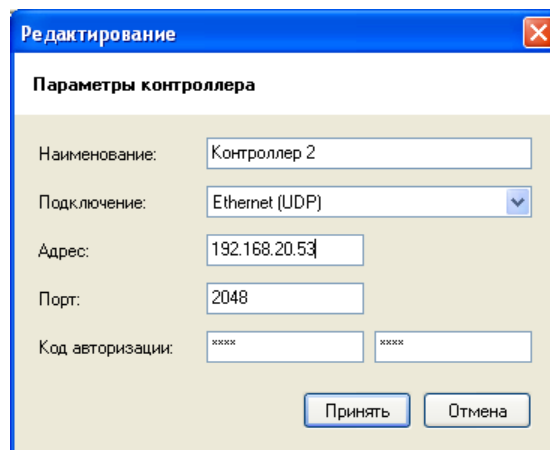

Рисунок 24
- 8) **Внимание!** Если производится настройка контроллера с адресом, отличным от фабричного, то в окне "Выбор контроллера" нажмите кнопку "Добавить", в окне "Редактирование" (см. Рисунок 24) укажите тип подключения "Ethernet (UDP)", адрес контроллера, порт 2048, код авторизации 123456 и нажмите кнопку "Принять".